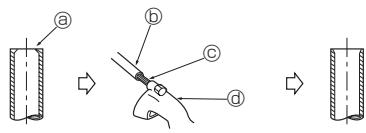

Fig. 5-4
5.2.2. Odstranění otřepů (Fig. 5-4)